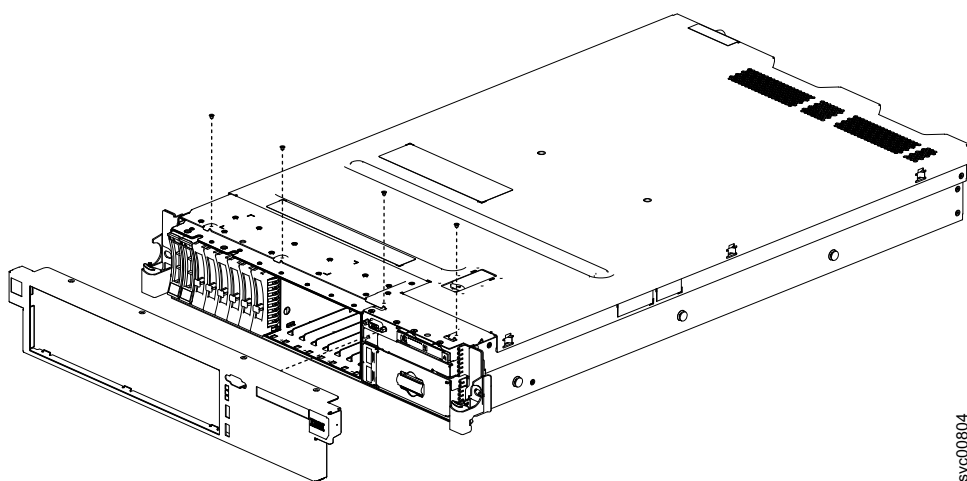

図 68. SAN ポリウム・コントローラー 2145-DH8 のベゼルの交換
2. 図 68 に示すように、ベゼル下部のタブをシャーシの下側のスロットに挿入し、ねじで取り付けます。